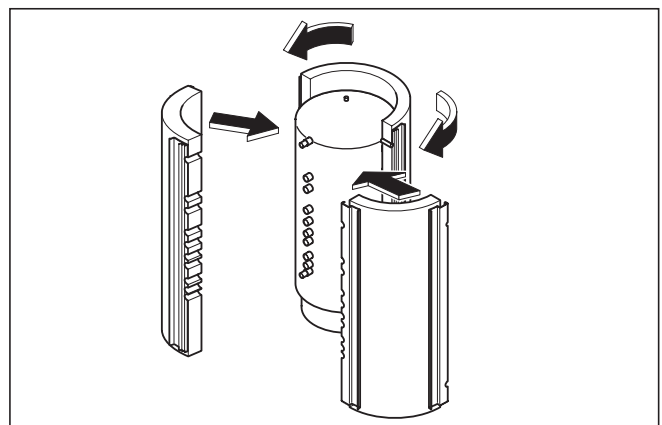

Fig. 4.4 Pose des coques d'isolation
- entourez – à partir de l'avant – le ballon multifonction de la grande coque d'isolation (avant) comme sur la fig. 4.4 ;